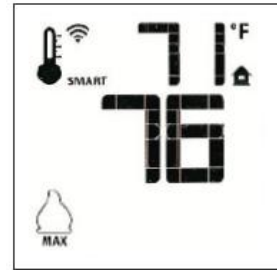

Figure 50. Mode «Smart»
- Pour activer cette fonction, appuyez sur la touche «Thermostat» jusqu'à ce que le mot «SMART» apparaisse à la droite de l'icône du thermomètre. Fig. 50.